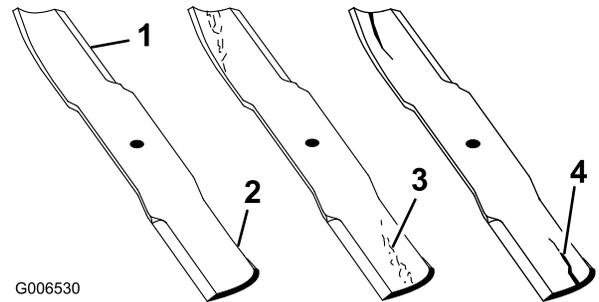

Figure 96
- Examinez le tranchant des lames (Figure 96). Si les lames coupent mal ou présentent des indentations, déposez-les et aiguiser-les (voir Aiguisage des lames).
- Inspectez les lames, surtout la partie relevée (Figure 96). Remplacez immédiatement toute lame endommagée, usée ou qui présente une entaille (Figure 96).